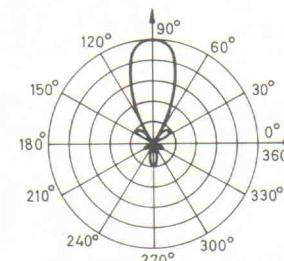

Bild 11. Horizontales Strahlungsdiagramm einer 8-Elementen Yagi-Antenne.
- eine stark wachsende Richtwirkung (Bild 11)
- ein hohes Vor-/Rück-Verhältnis (Bild 11)